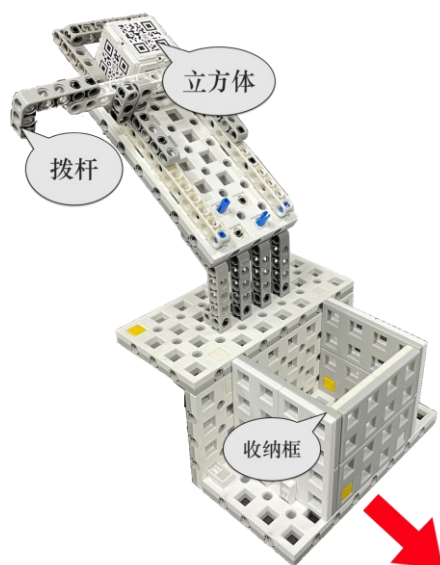

图 1-3-1：任务初始状态
1.3.1 扫描二维码的初始位置为可变位置 A、B、C、D、E，红色箭头为正面朝向，方向是固定的，位置是可变的，如图 1-3-1 所示；
1.3.2 模型顶部装载一个六面贴有能量信息的立方体，上层机器人通过拨动拨杆使立方体掉落在收纳框内为任务完成状态一，得 20 分，如图 1-3-1 所示。（低难度得分）